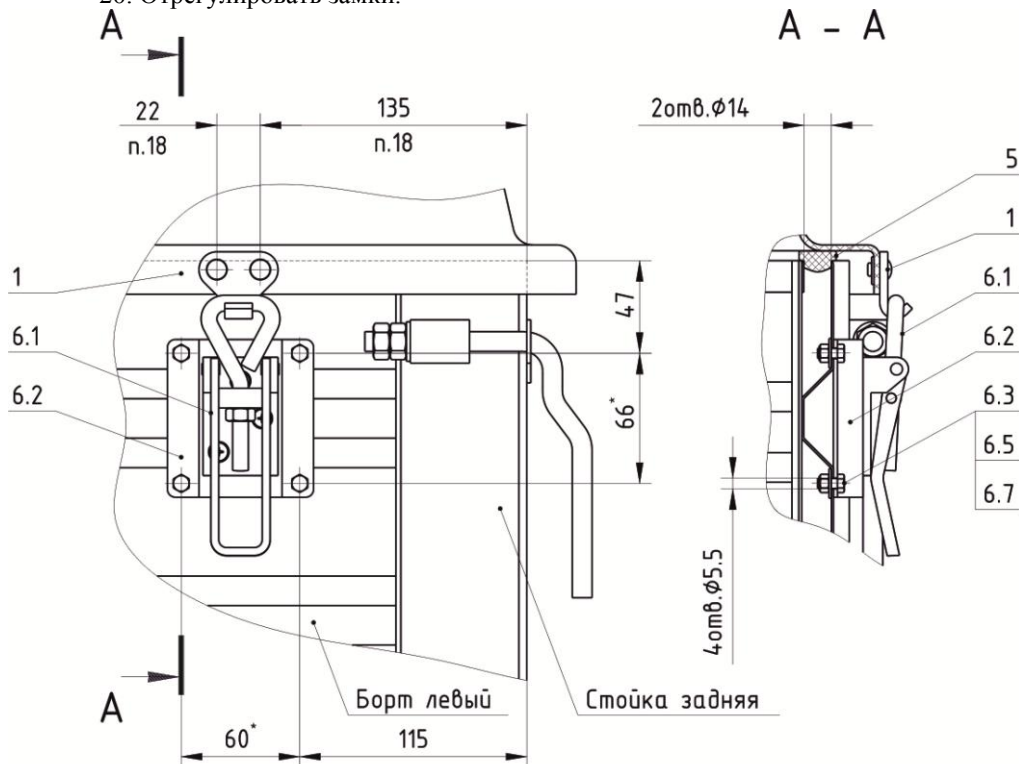

Рисунок 4.
16. Просверлить отверстия  $\varnothing 5.5\text{мм}$  под замки 6, используя подставку замка 6.2 как шаблон, на расстоянии 115мм от задней стойки и 47мм от верхнего края борта (рис. 4).
18. Просверлить по два отверстия  $\varnothing 14\text{мм}$  по центру верхней полке левого и правого бортов прицепа, как показано на рис.4 сечения А – А.